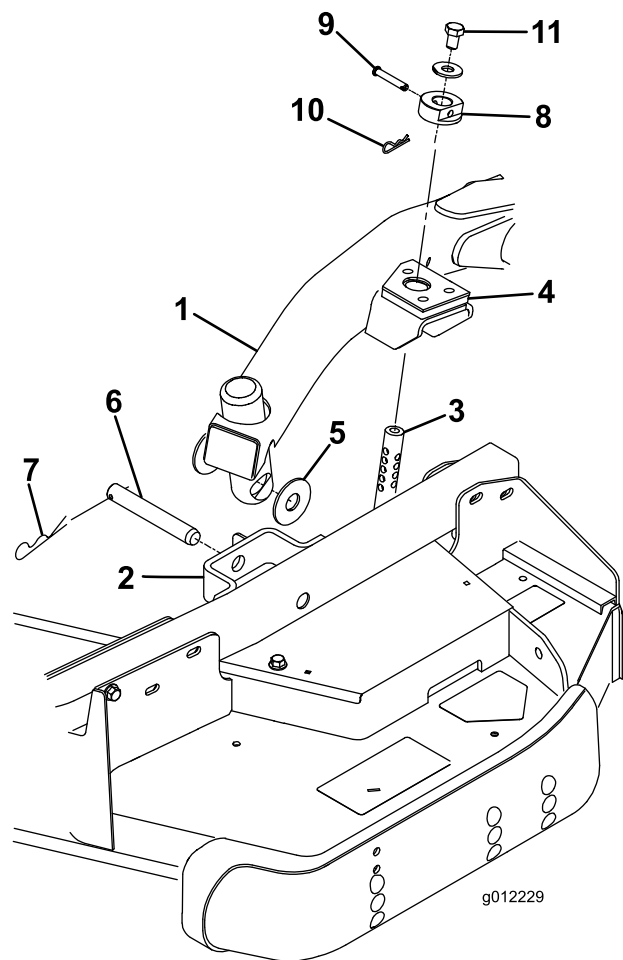

図 4
穴とキャスト・アーム・ブラケットについている穴を整列させ、昇降アームのパッドに刈高ロッドを挿入できるようにする（図 4）
- スラスト・ワッシャ 2 枚、クレビス・ピン、ヘアピン・コッターを使って、昇降アームをキャスト・アームに固定する。スラスト・ワッシャは昇降アームとキャスト・アーム・ブラケットの間に入れる（図 4）コッター・ピンを、キャスト・アーム・タブのスロットに差し込んで固定する。
(図 4) クレビス・ピンの頭をデッキの前に向けておく。
8. 各刈高ロッドの上部に 1/2 x 3/4" ボルトとワッシャを取り付ける (図 4)。